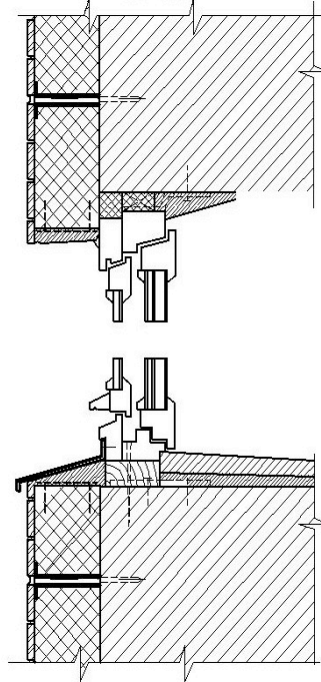

Рис. 7.
2.5.1. Варианты решений обрамления оконных, дверных и технологических проемов даны на рис. 7 (вертикальный разрез), 8 (горизонтальный разрез).